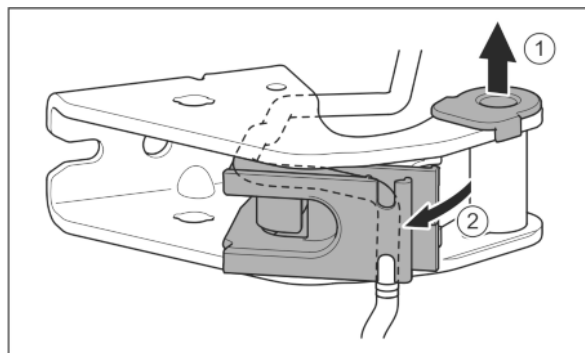

Fig. 27
- ▶ Витягніть із прямої опору втулку. Fig. 27 (1)
- ▶ Поверніть вбік тримач кабелю. Fig. 27 (2)